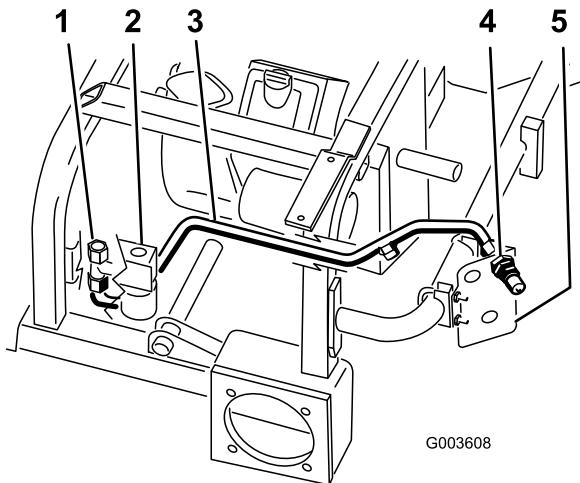

図 15
2. 図 15 に示すように、油圧ライン1番を機体に位置決めする。
3. バルブの側部に組みつけられたフィットティングに油圧ライン1番を取り付ける 図 15。
4. 油圧ライン1番を、上側のオスのカップラに取り付ける 図 15。